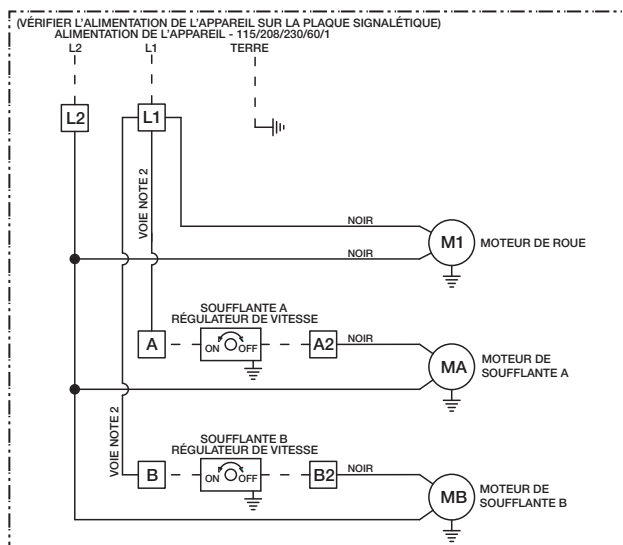

Figure 11
- c. Voir les commandes du ventilateur dans le schéma de câblage ci-dessous (Figure 11) ou dans l'appareil.